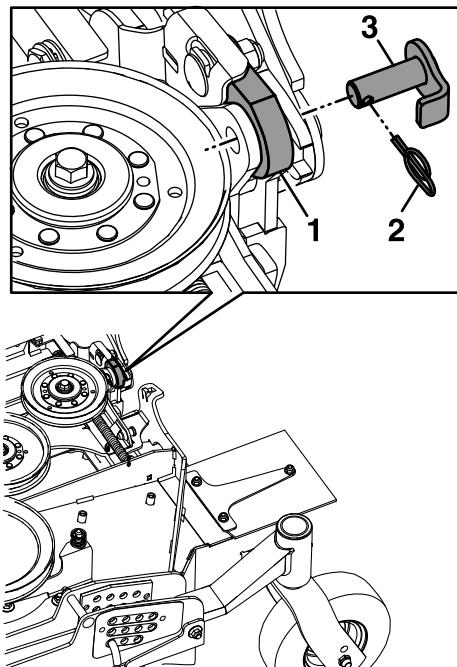

Figura 84
- Retire y guarde las chavetas de bloqueo y los pasadores de los cilindros que sujetan los extremos de los vástagos de los cilindros de plegado a las carcasas laterales (Figura 84).